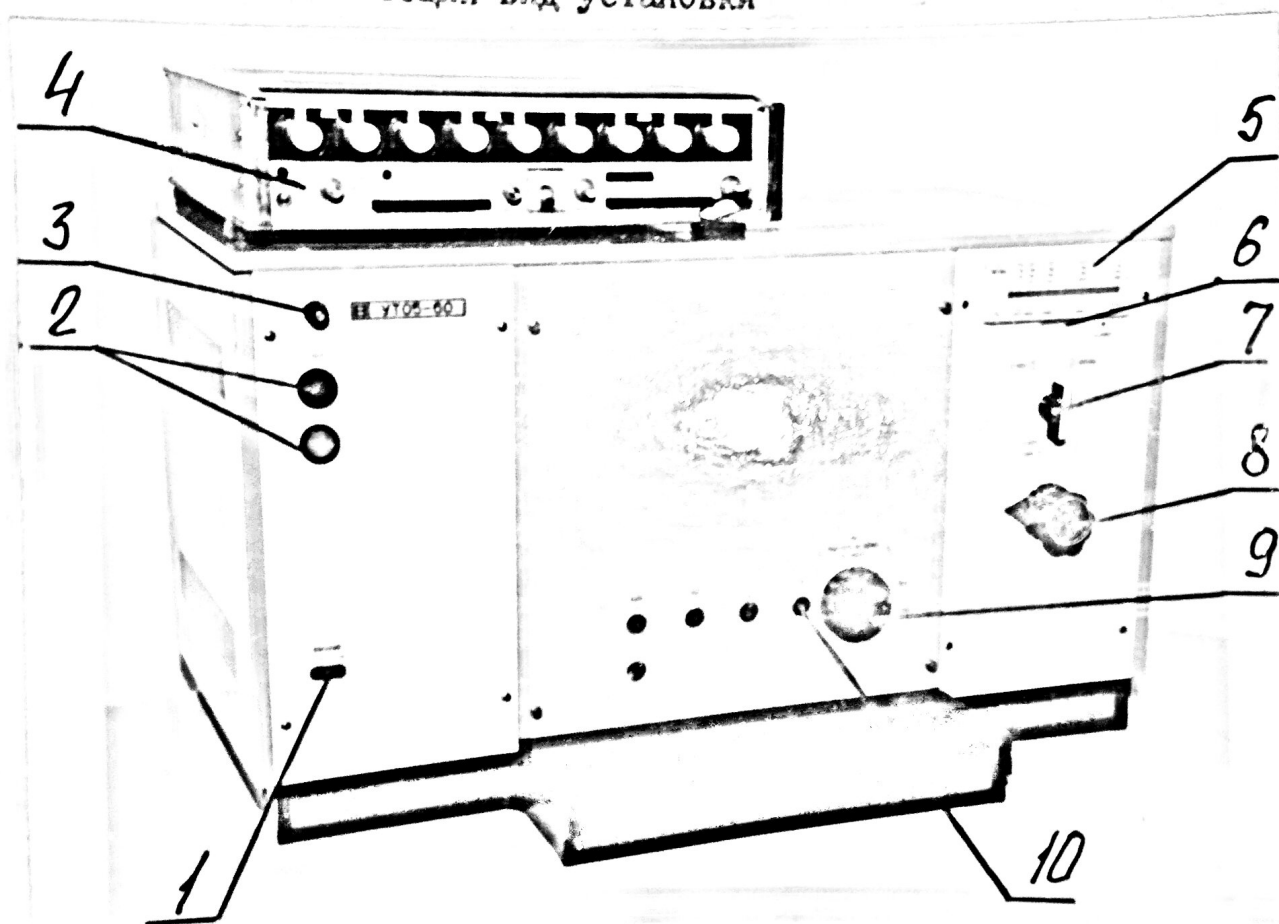

Рис.3
5.8. Основные составные части установки конструктивно выполнены в виде отдельных самостоятельных сборочных единиц (рис. 3, 4, 5).
6.4.2. В состав блока индикации (рис. 3) входят следующие каскады:
9.3. Установить генератор ГЗ-110 (4) рис. 3, 4 и подключить его к установке, проверить крепление усилителя мощности (16), блока питания (17), блока индикации (6) и микроамперметра МП730А (5) (указатель контрольного тахометра). Присоединить заземляющий провод к зажиму "ЗЕМЛЯ".